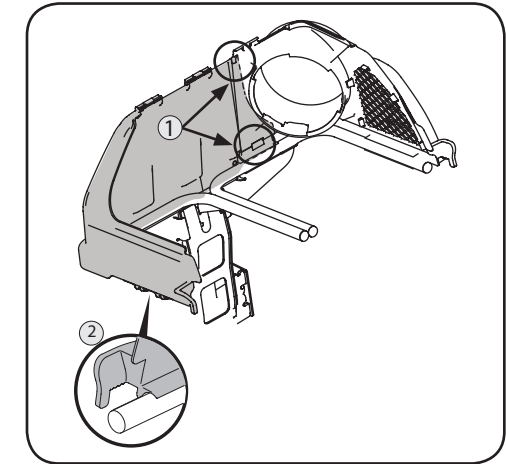

Figura 4-13
3. Deslice la cubierta de la embolsadora del lado izquierdo sobre el soporte del canal superior y el conjunto del soporte de la bolsa. Trabe con precaución las dos lengüetas en su lugar en el frente del soporte del canal superior, consulte 1 en la Figura 4-13. Coloque los cierres a presión sobre el soporte de riel de la embolsadora del lado izquierdo. Vea 2 en la Figura 4-13.